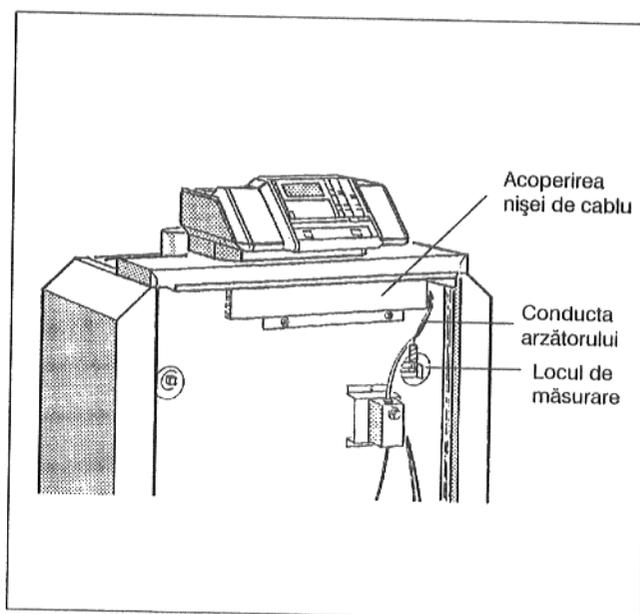

Fig. 9: Partea frontală a cazanului
- Se deșurubează acoperirea nișei de cablu (Fig. 9).
- Conductele capilare ale senzorului de măsurare al temperaturii și, la reglarea "Ecomatic" conducta senzorului de măsurare al temperaturii apei cazanului, se vor conduce pe sub capota frontală a cazanului spre locul de măsurare din față. Se va derula numai atât cât este necesar (Fig. 9).
- Conducta arzătorului se va conduce prin nișa cablului și pe sub capota din față a cazanului în spate spre partea de racordare a aparatului de reglare (Fig. 9).